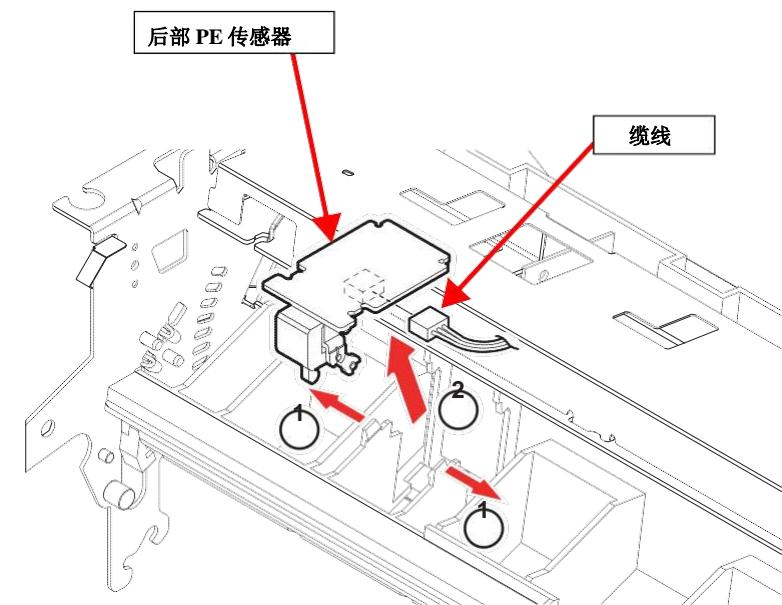

图 4-26. 后部 PE 传感器的拆卸
4. 把后部导纸组件上固定传感器的 2 个凹槽松开, 将传感器稍微向后滑动一点儿, 然后向下拉传感器将其取出。(参见图 4-26)